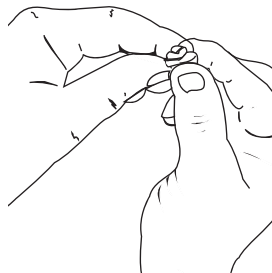

Fig. 26
5. Apriete el filtro para esparcir y retirar el exceso de aceite (Fig. 26).